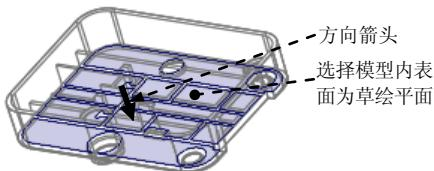

图 20.12 定义草绘平面
(1) 单击 **分型面** 操控板 **曲面设计** 区域中的“填充”按钮 ，此时系统弹出“填充”操控板。
(2) 定义草绘截面放置属性。右击，从弹出的菜单中选择 **定义内部草绘...** 命令；选择图 20.12 所示的模型内表面为草绘平面，接受图 20.12 中默认的箭头方向为草绘视图方向，然后选取 **MOLD_FRONT** 基准平面为参考平面，方向为 **右**，单击 **草绘** 按钮，进入草绘环境。